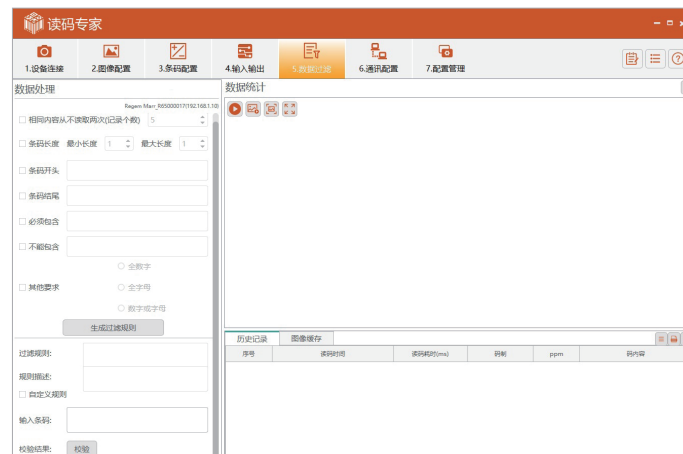

图 4-5
- 2、在顶部菜单栏中的数据过滤中修改数据过滤规则，如图 4-5 所示。